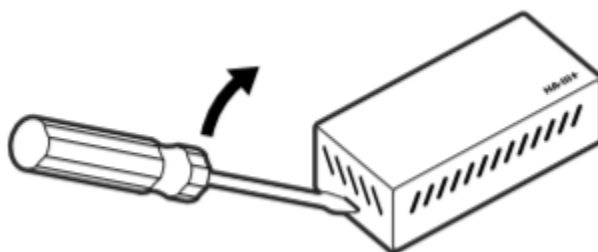

Figura 1
- Para comenzar la instalación del HA-III +, primero debe quitar la cubierta. No use fuerza excesiva mientras retira la cubierta, puede romper carcasa de plástico. Sujete el HA-III + entre sus dedos pulgar e índice a lo largo con el logotipo de Winland hacia usted. Con un destornillador de punta plana, inserte la punta del destornillador en la ranura de palanca y suavemente abra la cubierta superior hasta que se suelte de la base (Ver Figura 1). Retire el destornillador, haga palanca, sujete la cubierta debajo de la brida separada y gírela hacia la derecha hasta que la cubierta se separe por completo.